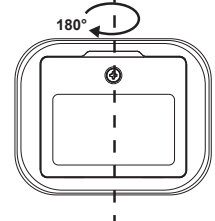

FIG. 2
- d. Nella stessa posizione, ruotare l'apparecchio di 180° (vedere la seguente FIG. 2), quindi premere il tasto MODE. "CAL 2" lampeggia più volte. Dopo che "CAL 2" scompare, la calibrazione è completata, quindi sul display LCD viene visualizzato l'angolo attuale in un display ad alta precisione.